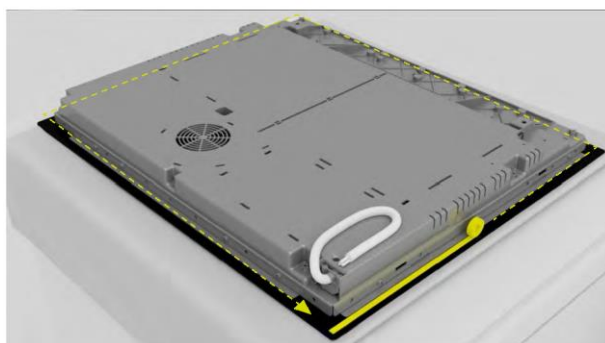

Fig. 1
- Antes de la instalación, compruebe que la junta de la placa de cocción esté correctamente colocada (**fig. 1**).